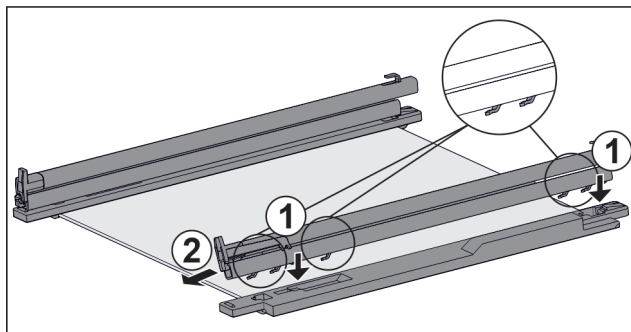

Fig. 202 Стеклопластина с направляющими и крепежными элементами
- ▶ Поместите крючки направляющей в отверстия **левого** крепежного элемента. Fig. 202 (1)
- ▶ Потяните направляющую вперед. Fig. 202 (2)
- ▶ Поместите крючки направляющей в отверстия **правого** крепежного элемента. Fig. 202 (1)